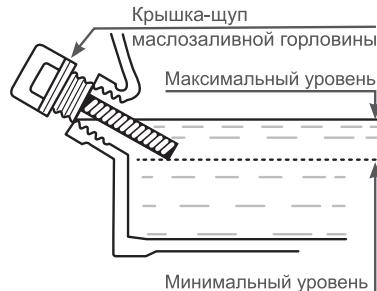

Рис. 5 Проверка уровня масла
- Аккуратно вытащите щуп и осмотрите его. Уровень масла должен соответствовать верхней отметке на щупе. При недостаточном уровне масла в картере необходимо долить чистое масло до верхней отметки на щупе (что соответствует нижней кромке заливного отверстия) (Рис. 5).